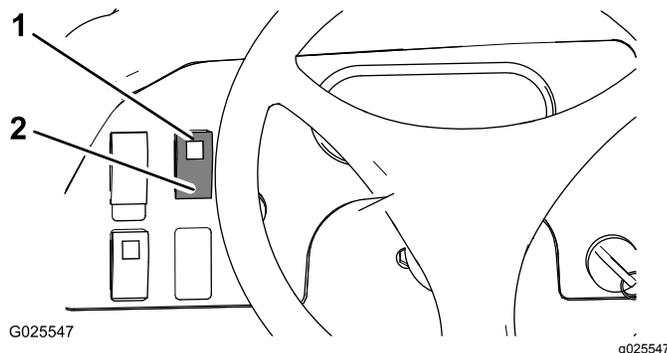

Figura 34
- Pressione o interruptor de bloqueio do diferencial para cima para bloquear o diferencial (Figura 34).
- Pressione o interruptor de bloqueio do diferencial para cima para desbloquear o diferencial (Figura 34).